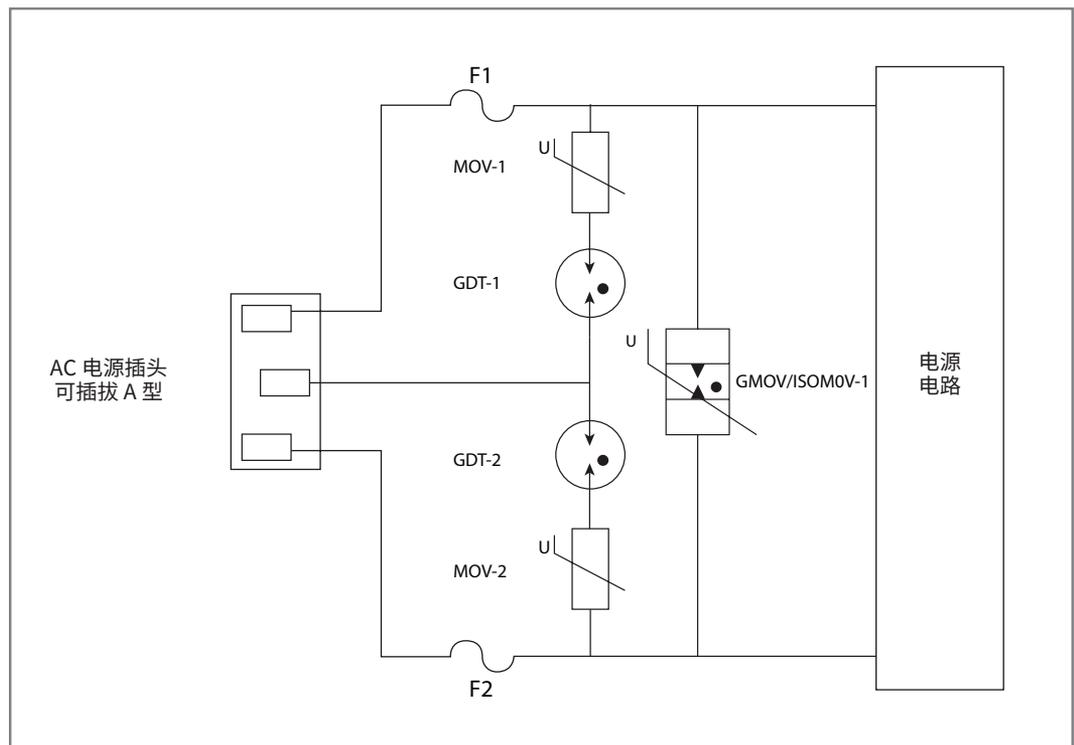

图 9：UL/IEC 62368-1 合规示意图
符合 UL/IEC 62368-1 的一个方法是在火线 (L) 以及/或是零线 (N) 到保护地 (PE) 之间添加保护，如这个举例 (图9) 所显示的：
目前, Bourns 不提供高压 (> 1 kV) 的 GMOV™ 或 IsoMOV™ 组件来满足「火线到地」和「零线到地」的要求。因此, 必须使用分立组件, 如图 9 所示。